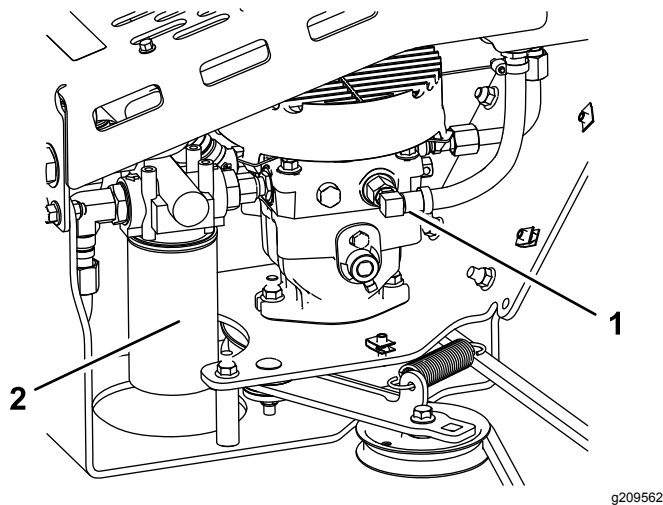

Figure 11
3. Placez un bac de vidange sous le raccord à 90 degrés (Figure 11).
10. Déposez le filtre hydraulique (Figure 11).
12. Vérifiez la propreté de la surface de montage du filtre, puis vissez le filtre jusqu'à ce que le joint touche la plaque de montage; serrez ensuite le filtre d'1/10 à 1/4 de tour supplémentaire (Figure 11).